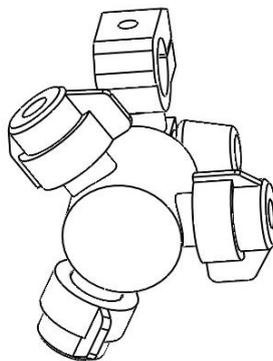

Рис.13 Соплодержатель трех-позиционный
4.9. Опрыскиватель может снабжаться различными отечественными и зарубежными **соплодержателями (рис.13)**. Опрыскиватель снабжен трех позиционными опрыскивающими головками с тремя распылителями различными щелевыми размерами. Головки оборудованы мембранными запорными клапанами, предотвращающими вытекание жидкости из распылителей при закрытом клапане управления.